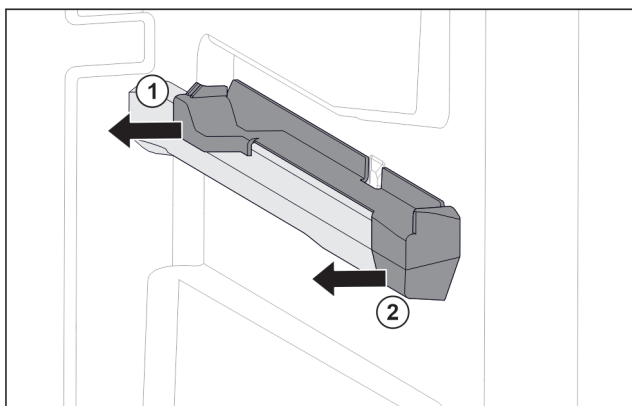

Fig. 41 Вставная часть на правом контейнерном ребре
- ▶ Отодвиньте вставную часть сзади в сторону. Fig. 41 (1)
- ▶ Отодвиньте вставную часть спереди в сторону. Fig. 41 (2)